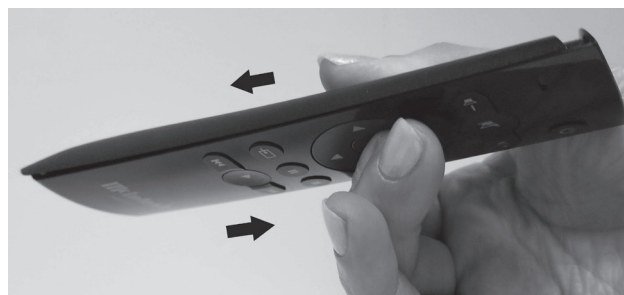

Abbildung 16 - Abschieben des hinteren Gehäuseteils der Fernbedienung
- Legen Sie den Zeigefinger auf die SELECT/TRIM-Taste und gleichzeitig den Daumen auf das hintere Gehäuseteil, gegenüber der Position des Zeigefingers. Der Daumen und ebenso die Fernbedienung sollten dabei von Ihnen weg gerichtet sein (siehe Abbildung 16).